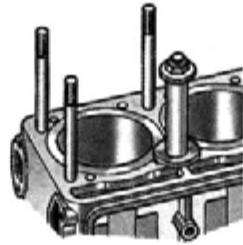

Рис. 4.1.48. Закрепление гильз втулками-зажимами
- закрепить втулками-зажимами гильзы цилиндров во избежание их выпадания из блока в процессе дальнейшей разборки двигателя (рис. 4.1.48);